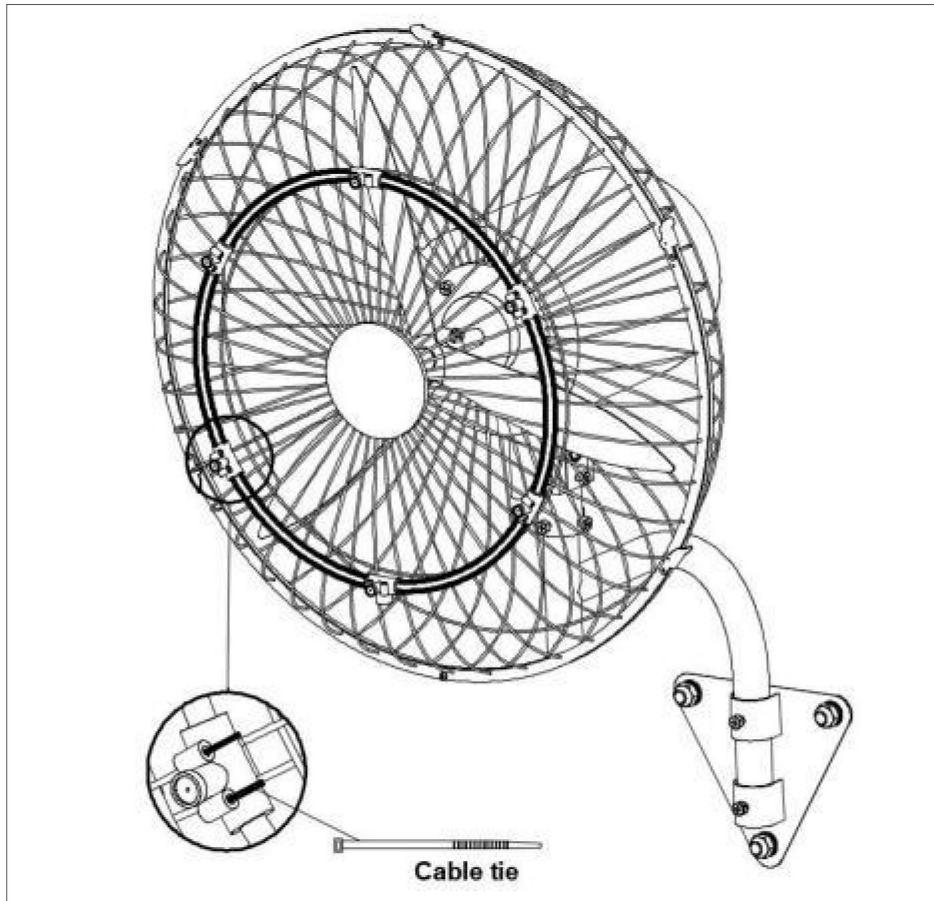

Fig. 10.
- Montera sprutröret på frontgallrets lock och fäst det med en kabel slips. Se (Fig.10.)